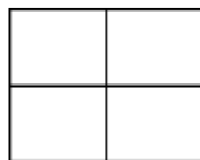

图 15-17 四个视口
- 4：将指定的区域水平和垂直划分为四个大小相等的视口，如图 15-17 所示。